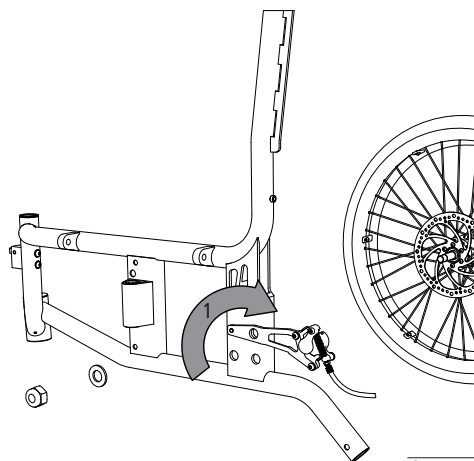

fig. 46
1. Når der er monteret en ledsagerbremse (ekstraudstyr), så løsnes skivebremsens bremsekabel på begge sider fuldstændigt, og det tages ud (1, fig. 46).